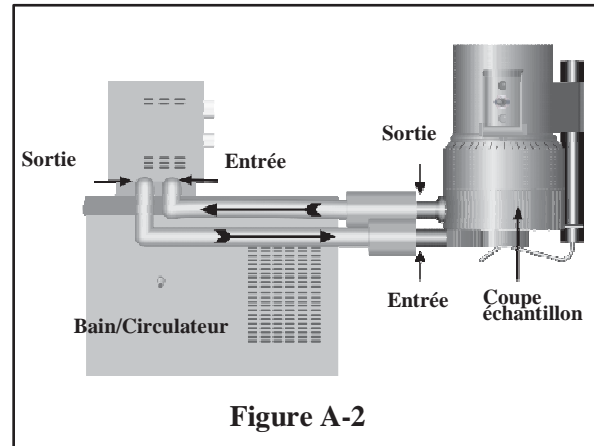

Figure A-2
2. La **Figure A-2** montre une installation typique avec bain marie à circulation. Raccordez les entrées/sorties de la coupe échantillon sur les entrées/sortie du bain marie et réglez la température de test souhaitée. Patientez le temps que le bain atteigne la température définie.